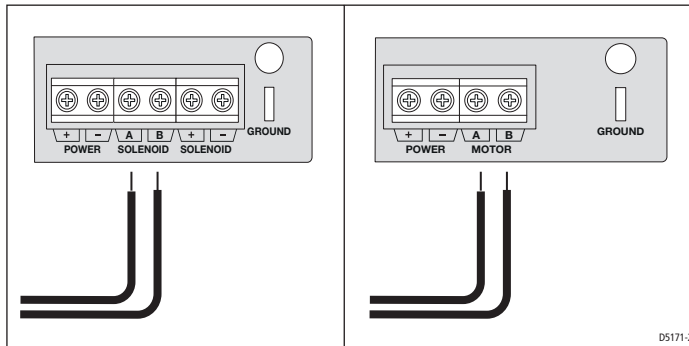

Figure 9
4. ポンプからコースコンピュータまたはACUのMOTOR端子にケーブルを接続します（図9を参照）。この段階で、いずれかのモーターケーブルをいずれかの端子に接続できます。残りの自動操縦システムをインストールした後、これらの接続を確認します。